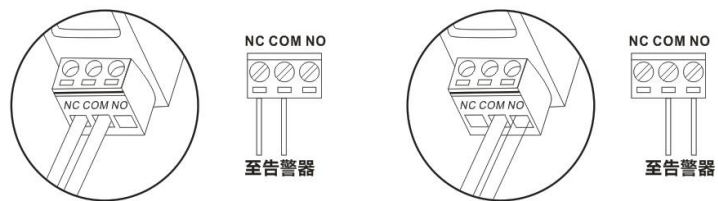

图 6-3 远端告警接法 1 正常常闭、故障开路
- ◆ 需远端告警时，依据告警系统的不同，选择开路告警端口或短路告警端口，如图 6-3 所示。